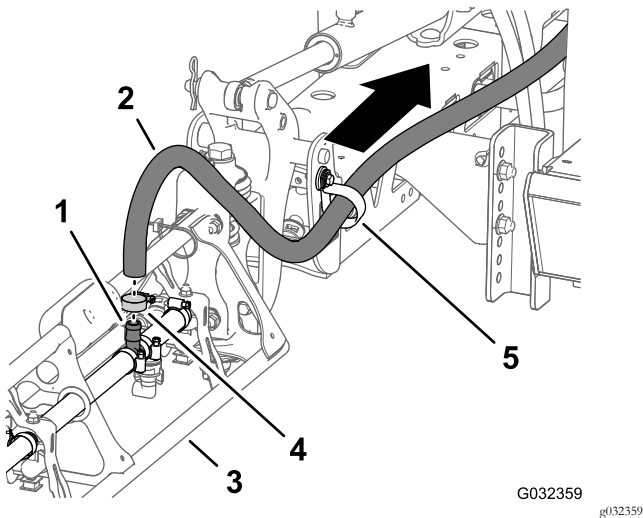

Figure 42
1. Sur la section de rampe extérieure, retirez le collier qui fixe le flexible d'alimentation de la section de rampe au raccord en T cannelé (Figure 42).
2. Débranchez le flexible du raccord en T (Figure 42).
3. Sortez l'extrémité libre du flexible du collier en R (Figure 42).